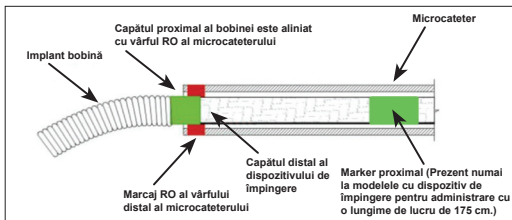

Figura 4 – Poziția benzilor de marcare pentru detașare
27. Înaintea bobinei în locul dorit până când marcajul radioopac de pe dispozitivul de împingere pentru administrare este aliniat sau ușor distal față de marcajul RO al vârfului distal al cateterului, poziționând zona de detașare chiar în afara vârfului cateterului. Consultați figura 4.